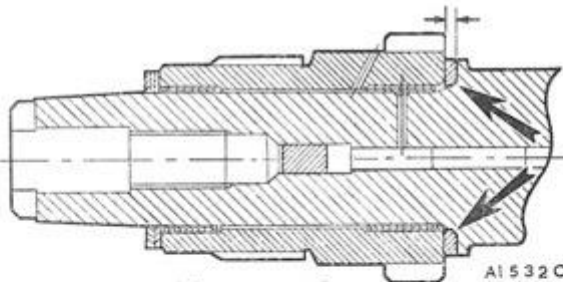

Fig. A.16
- 6) Kontroller hjulets spillerum (fig. A.16). Monter den indvendige tryk-skive med den rejfede boring mod krumtapakslens flange. Spillerummet bør være 0,07-0,15 mm. Kontroller det på fig. A.16 viste gab og afgør trykskivens tykkelse ved hjælp af denne tabel: